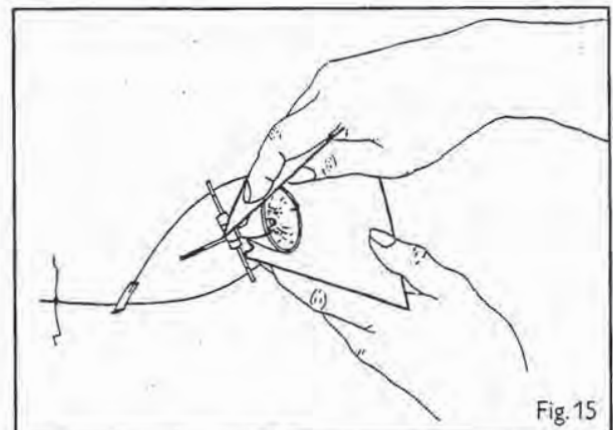

Fig. 15
1. Posizionate la lampada davanti a voi in modo da guardare nell'apertura del riflettore. Avvolgete il riflettore con lo schermo in modo da dargli la forma di un imbuto. Inserite la linguetta all'estremità dello schermo nell'apposita fessura (fig. 15). Assicuratevi che le linguette sullo schermo siano rivolte verso una delle astine.